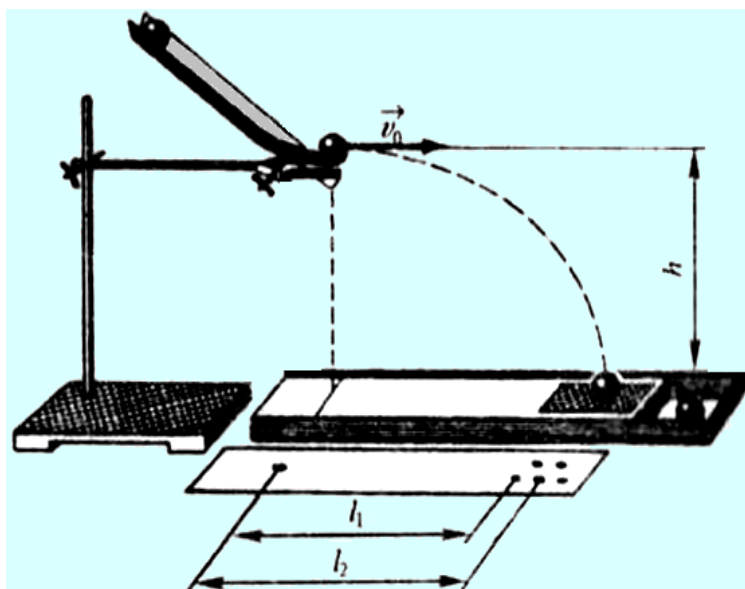

Рисунок 1.2 Будова лабораторної установки
1. За допомогою штатива затиснути виступ жолоба так щоб його загнутий край був горизонтальним (рисунок 1.2).